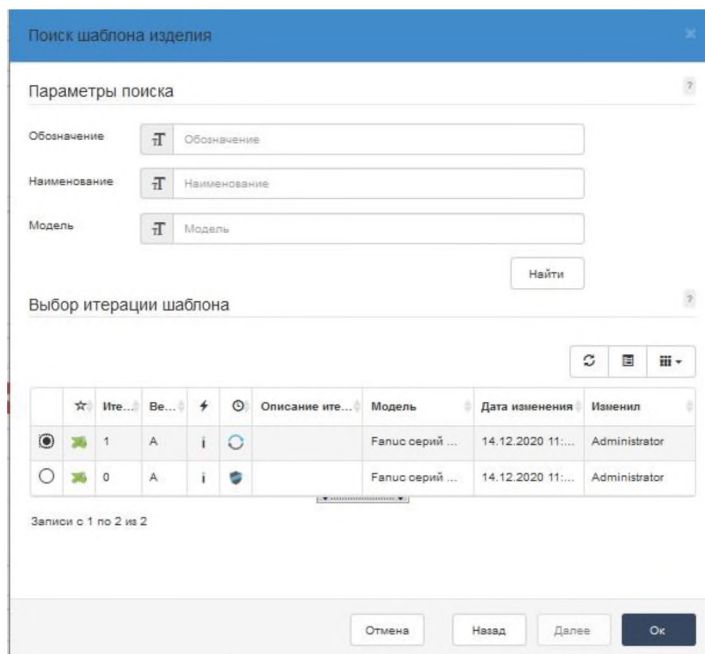

Рисунок 68 – Выбор итерации шаблона изделия
- 7) Выберите итерацию шаблона изделия для создания вашего экземпляра изделия (рис. 68).